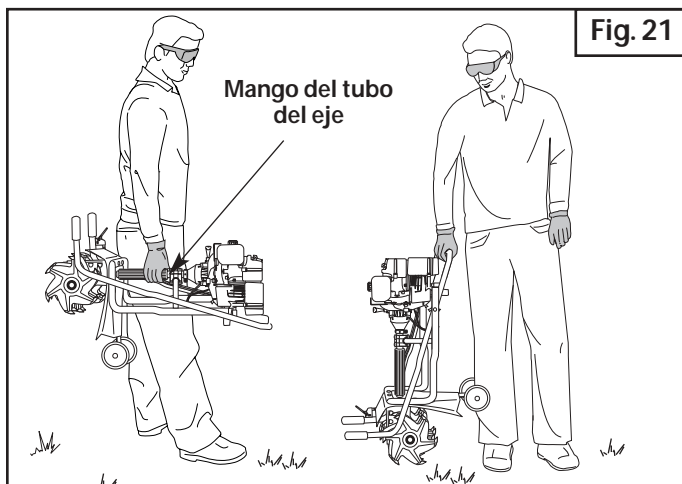

Fig. 21
4. Transporte la unidad ya sea por el mango del tubo del eje o tome el centro del manubrio para usarlo como manija de transporte (Fig. 21).